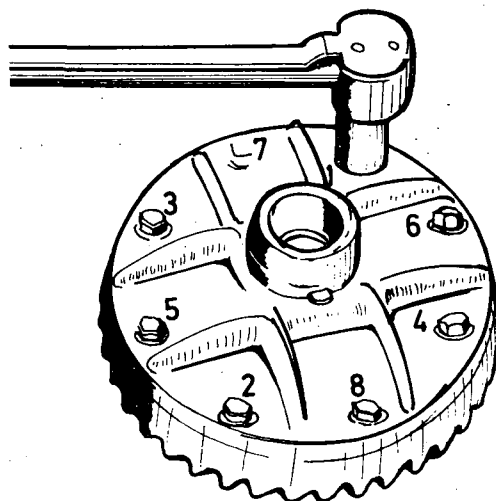

Fig. 3
- a Monte a coroa, na caixa do diferencial; aperte os parafusos ao torque recomendado e na forma indicada (fig. 3).